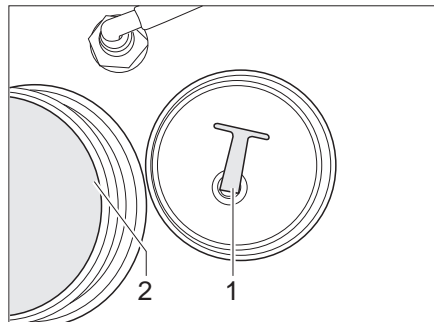

Bild 144 Wassertank
- Verschlussdeckel (Bild 144,2) abschrauben.
- Verschlussdeckel (Bild 144,2) am Wassertank abschrauben.
- Den Verschluss-Stopfen (Bild 144,1) aus der Ablassöffnung heraus-schrauben. Das Wasser läuft ab.